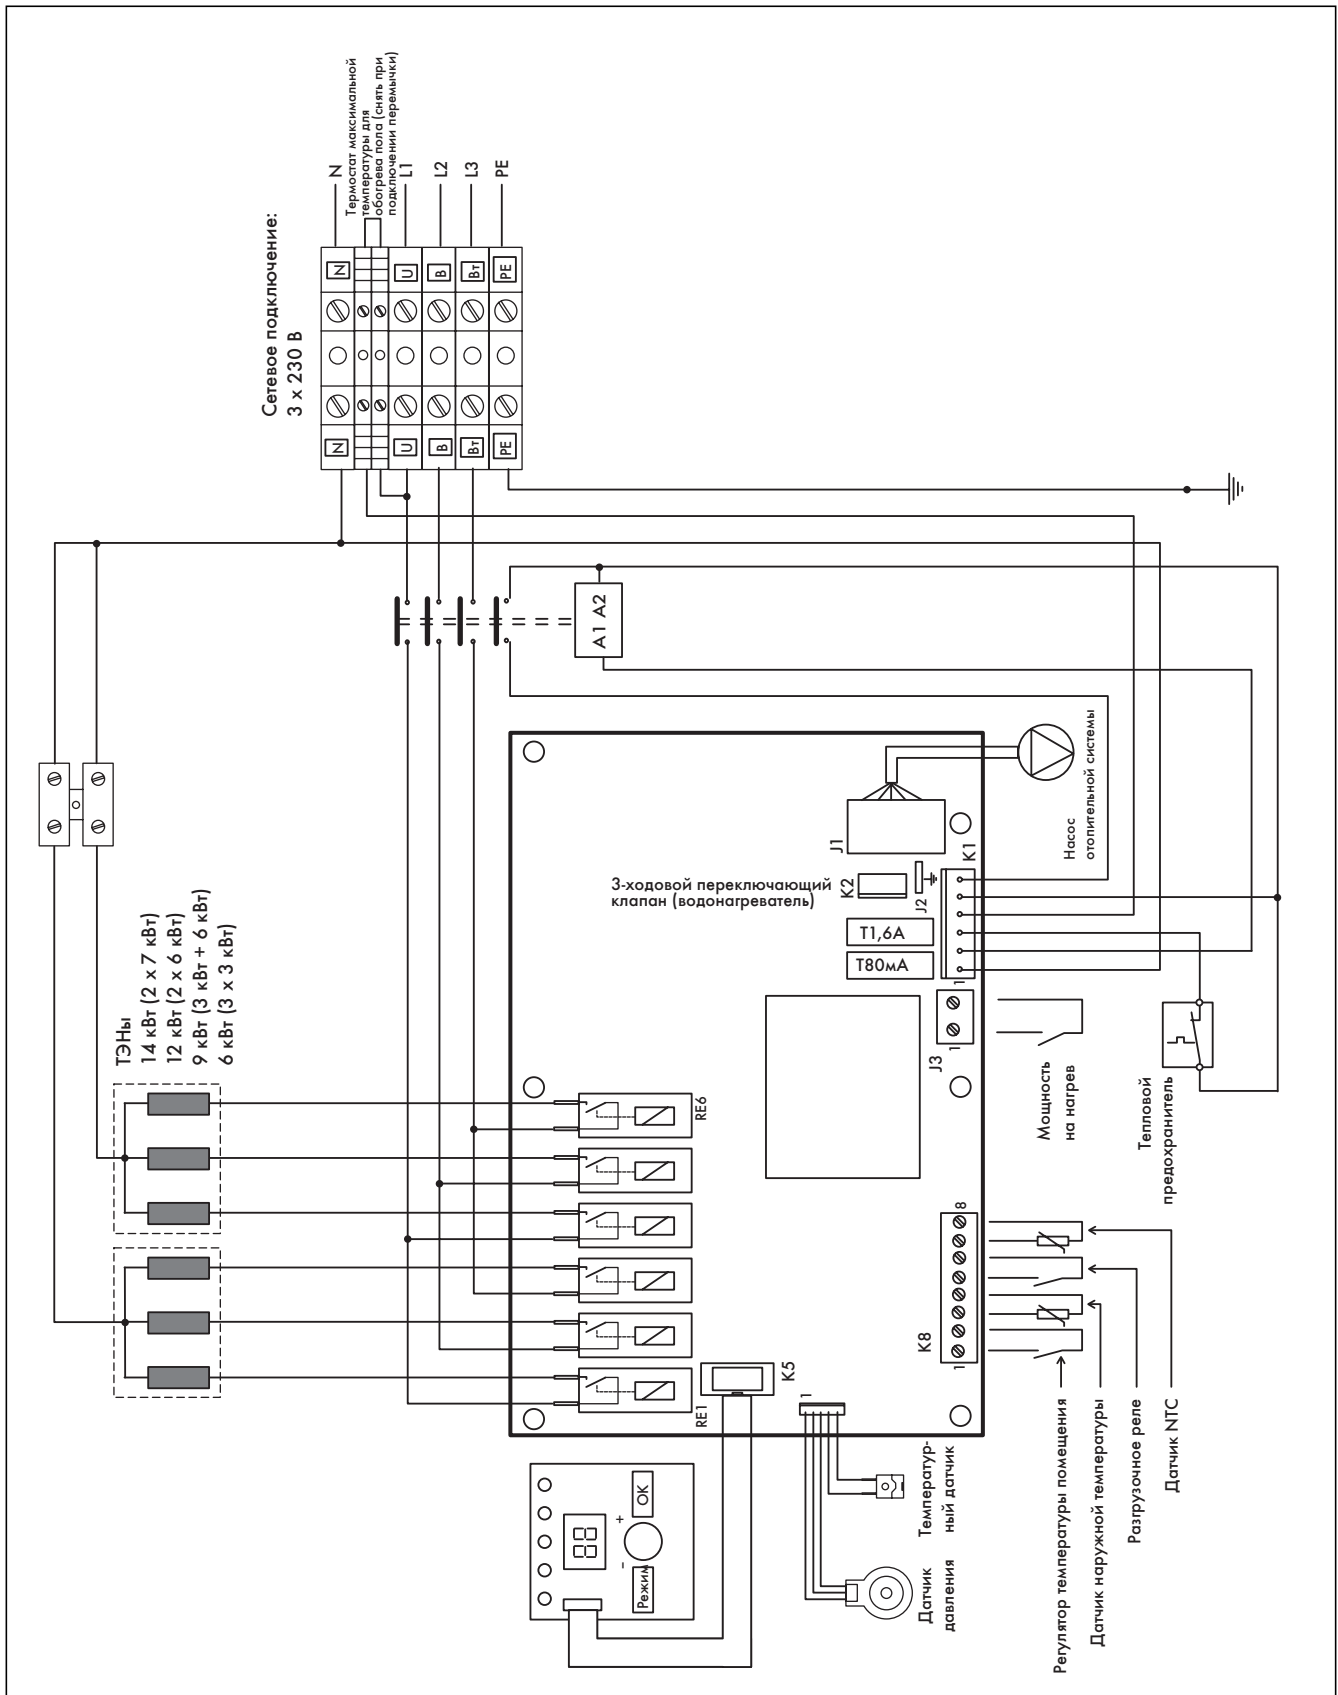

Рис. 5.2 Схема соединений для VE 6, VE 9, VE 12, VE 14
- Проведите сетевую подводящую линию через кабельный ввод (1) слева на нижней стороне прибора.
- Подсоедините соединительный кабель к соответствующим винтовым клеммам (→ Рис. 5.2 - 5.4).
- Снимите перемычку с клеммы J3 (мощность на нагрев) (→ Рис. 5.2 - 5.4).
Внешнее разгрузочное реле подключается к контактам 5 и 6 штекерного соединения К8 (→ Рис. 5.2 – 5.4).